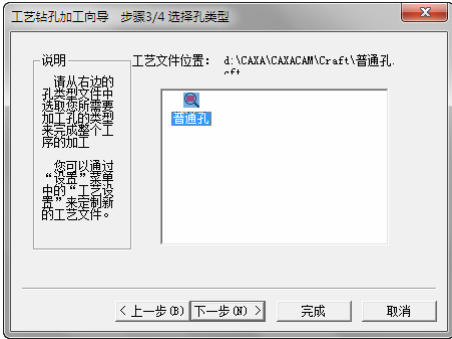

图 8-136 设置工艺加工文件选择
4) 单击“下一步”按钮, 设置工艺加工文件选择, 如图 8-136 所示。